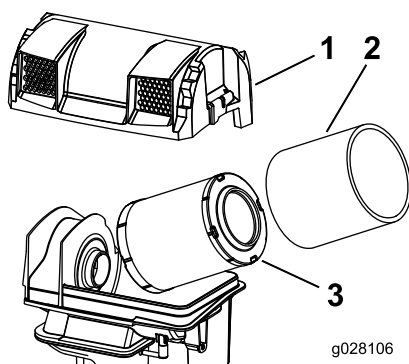

Figure 34
3. Sortez les éléments en mousse et en papier (Figure 34).
4. Sortez l'élément en mousse de l'élément en papier (Figure 34).
2. Posez les éléments filtrants sur la base du filtre à air (Figure 34).